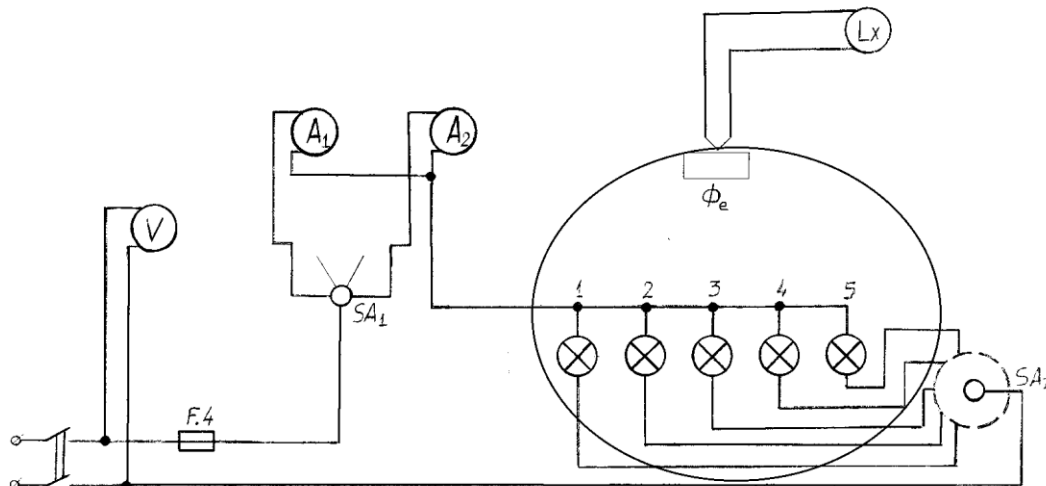

Рис. 1. Схема вимірювання світлового потоку у світломірній кулі
3. Зібрати схему, зображену на рис.1